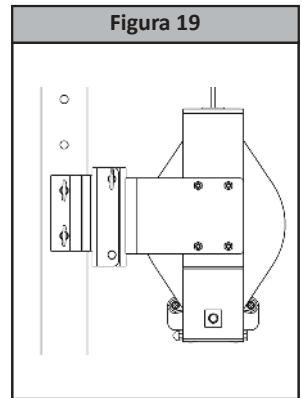

Figura 19
4. Inserte el pasador de retención provisto asegurándose de que pase por ambos lados del soporte, como se muestra en la Figura 19.